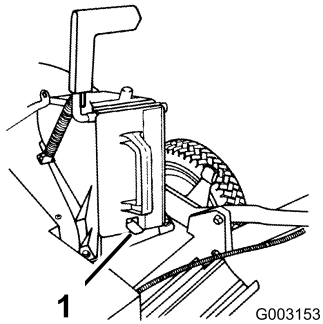

Figura 6
- Inserte el tapón hasta el fondo, hasta que el clip en la parte inferior del tapón se enganche, fijando el tapón firmemente en el conducto de descarga (Figura 6).